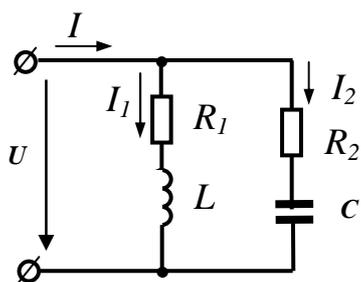

Рис. 4.1.
Модули действующих значений токов в ветвях (рис. 4.1.), согласно закону Ома, равны:
6. Изменением каких параметров цепи или источника питания в схеме, изображенной на рис. 4.1, можно добиться резонанса? Записать его условие для этой схемы.